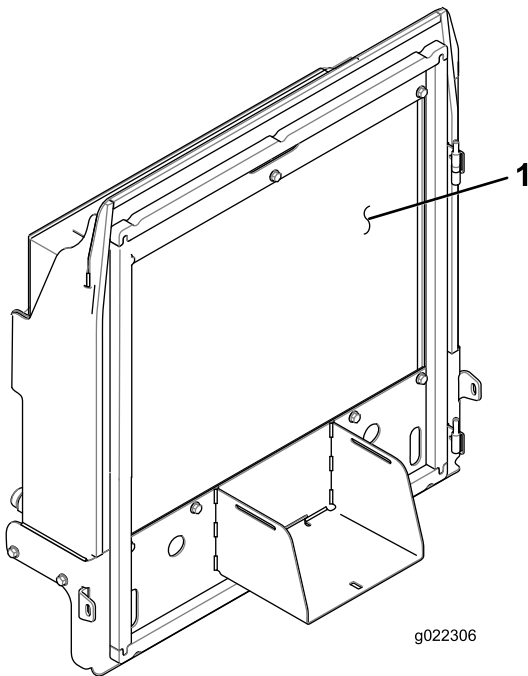

図 87
4. ラジエターとオイルクーラの裏表図 87を圧縮空気で丁寧に清掃する。